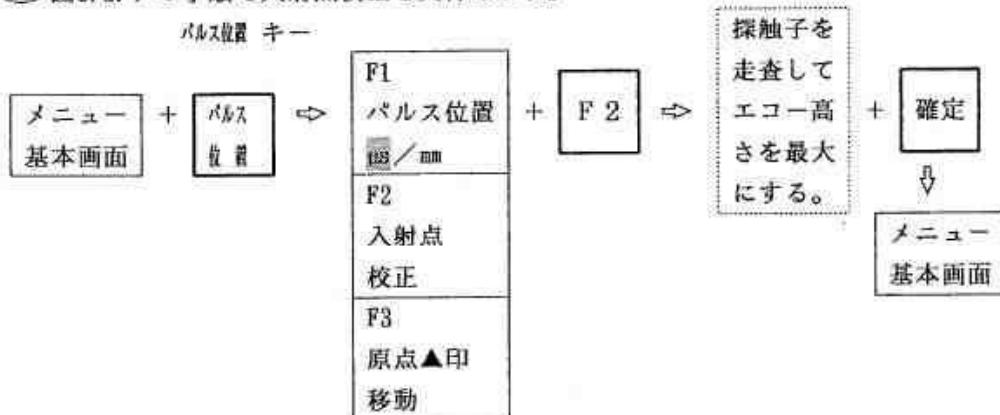

図 8.2.4 入射点校正の実行方法（この図は、図 8.2.3と同じです。）
- ① エコーのビーム路程測定点を、6.2.10.2の手順で [F-1] から [F-4] に切替えます。
- ② 次に、ゲートレベルを、他のエコーに妨害されないレベルでできるだけ低く設定し、かつエコーの高さをできるだけ高くなるようにゲインを調整します。（探触子を走査したときエコーの高さが最も高くなる位置が読みなければなりません。）
- ③ 図8.2.4 の手順で入射点校正を実行します。